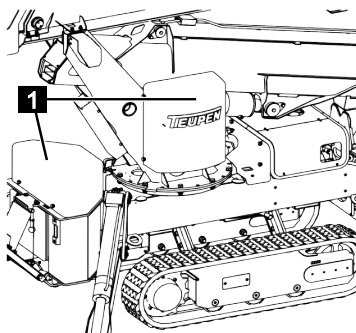

Fig. 133
3. Démonter les capots (Fig.133/1).